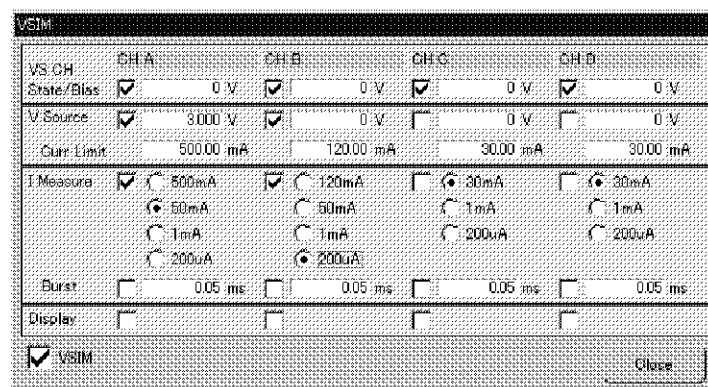

図 10-1 EGSM 送信設定
3. 表 10-3 に従い、図 10-1 のようにチャンネル A ON (3 V)、チャンネル B OFF (0 V) を設定します。